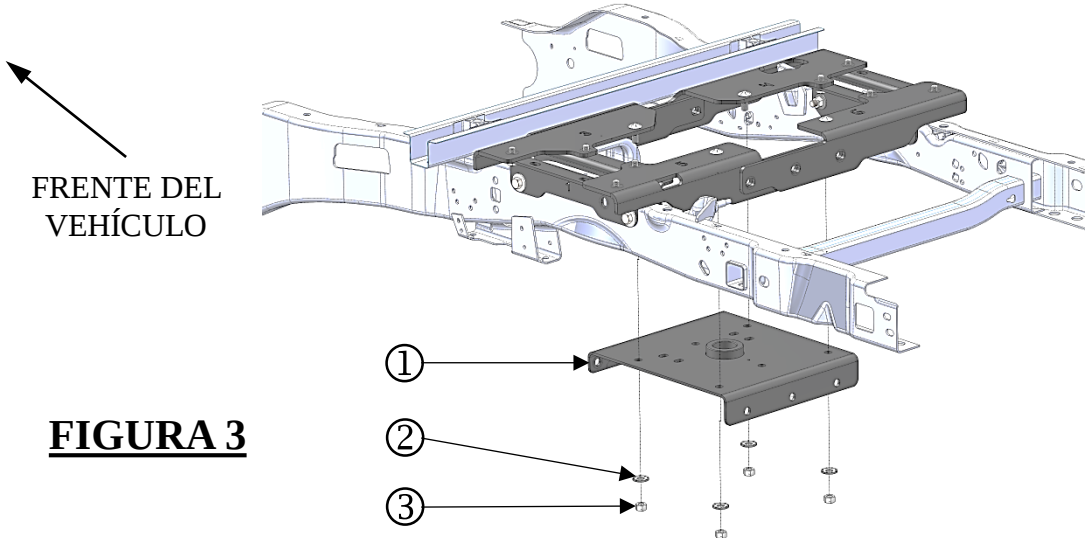

FIGURA 3
- 2. Paso 1, **Figura 3.** Desde la parte de abajo del vehículo, levantar la sección central del cuello de ganso (#1) hasta el lado inferior de los largueros como se muestra y enrutar los pernos de carruaje previamente instalados en los largueros a través de los 4 orificios externos en la sección central y fijarlos con las arandelas cónicas (4) 5/8" de diámetro (#2) y una tuerca hexagonal (4) 5/8-11 Gr. (#3).